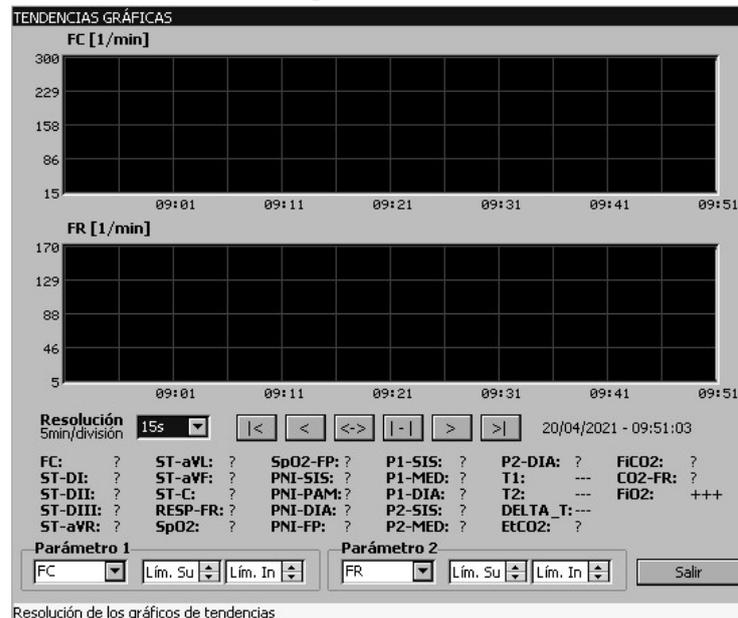

Figura 16-1 - Panel de configuración de Tendencias Gráficas
*NOTA: En la figura 16.1, el gráfico superior corresponde a la tendencia del **Parámetro 1** y el gráfico inferior corresponde a la tendencia del **Parámetro 2**.*